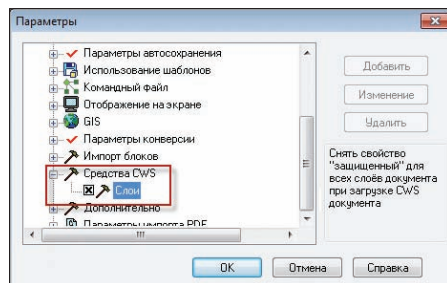

Рис. 26. Параметры импорта файлов формата PDF
- реализована возможность использования SX PDF как основного модуля для команд *Открыть документ* и *Вставить растр* (и, как следствие, его использования в скриптовых командах) (рис. 26);